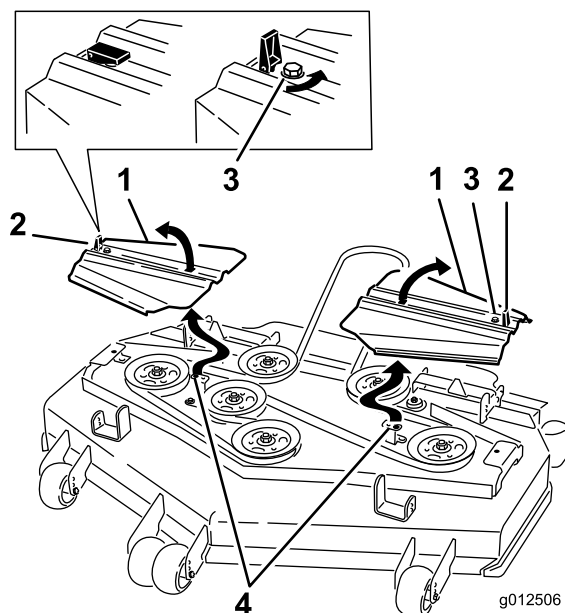

Figura 91
14. Coloque as coberturas da correia com as patilhas nas ranhuras. Instale os parafusos e feche os trincos (Figura 91).